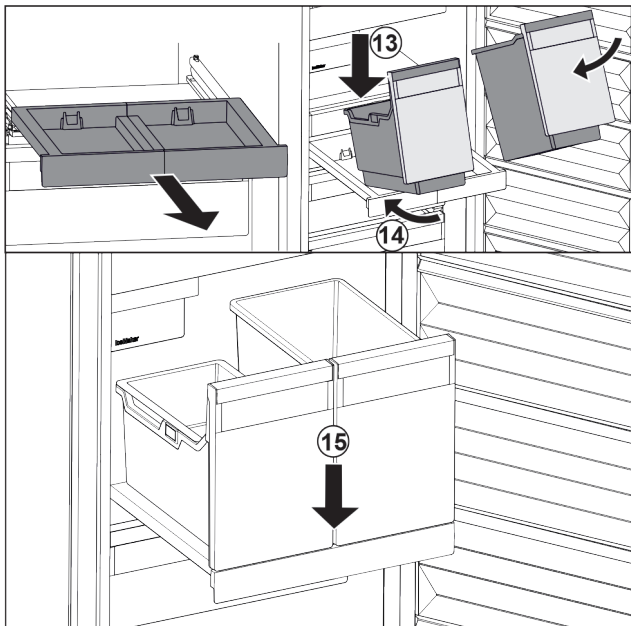

Fig. 95
- ▶ Aseta säiliö vinosti vetotasolle. Fig. 95 (13)
- ▶ Työnnä säiliötä vinosti taaksepäin. Fig. 95 (14)
- ▶ Laske säiliö edestä alas. Fig. 95 (15)